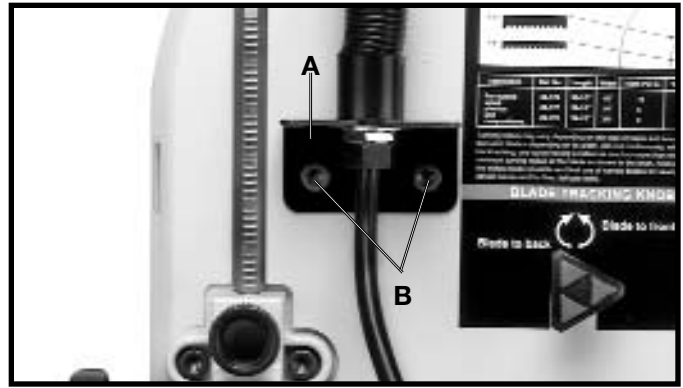

Fig. 13
1. Monte el soporte de la lámpara (A) Fig. 13 sobre los dos agujeros localizados en la cubierta superior trasera de la máquina, utilizando para ello los dos tornillos de M6 x 12 mm y arandelas de cierre de 1/4 pulg. (B) conforme a lo ilustrado.